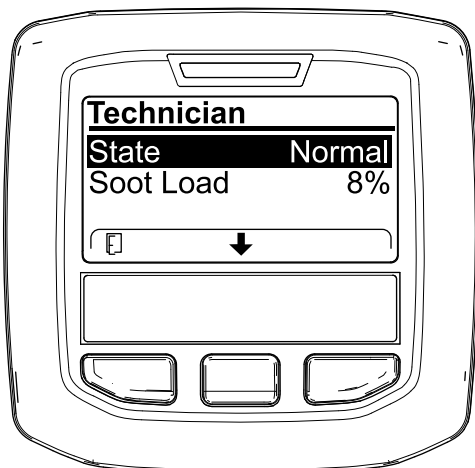

Bild 66
- Lesen Sie in der Tabelle für den Dieselpartikelfilter-Betrieb den aktuellen Zustand des Dieselpartikelfilter-Betriebs nach (Bild 66).